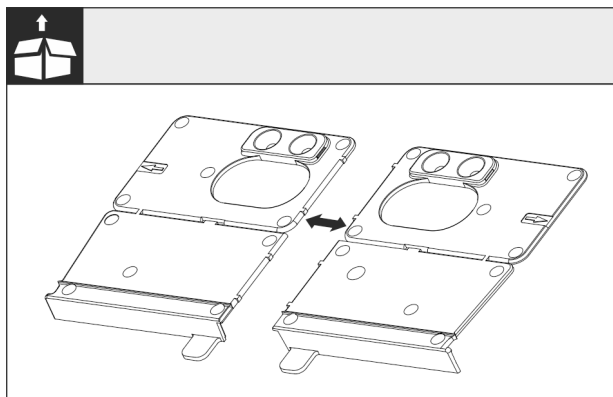

Fig. 24
- ▶ Kutt monteringsvinkelen til bunnen Fig. 24 () langs perforeringen.